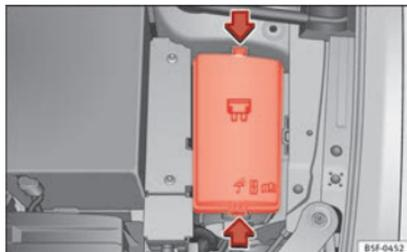

Abb. 102 Im Motorraum: Abdeckung des Sicherungskastens.
- Drücken Sie die Verriegelungslaschen, um die Abdeckung des Sicherungskastens zu entriegeln »» **Abb. 102.**